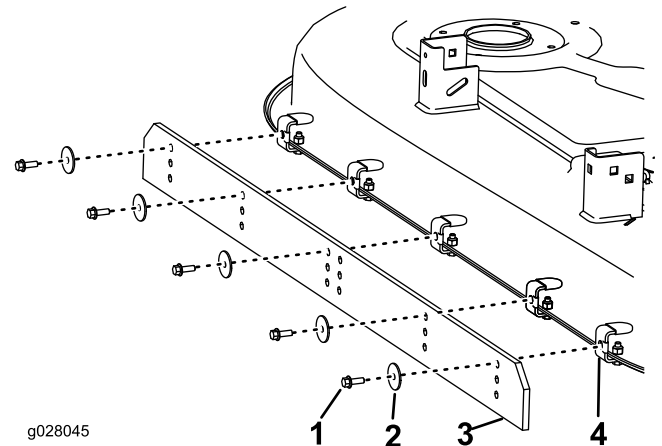

Figure 3
4. Montez le racloir sur les supports (Figure 3).